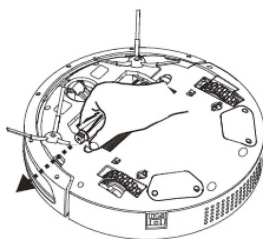

Рис.24
2. Вытяните вращающуюся щетку за левый конец, как показано на рис.24.